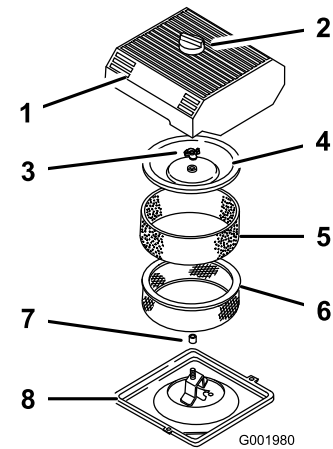

Figure 39
3. Nettoyez la surface autour du filtre à air pour éviter que des impuretés n'endommagent le moteur en tombant à l'intérieur (Figure 39).
4. Desserrez le bouton sur le couvercle du filtre à air et déposez le couvercle (Figure 39).
5. Sortez délicatement l'élément en mousse de l'élément en papier (Figure 39).
6. Retirez l'écrou du couvercle et déposez le couvercle et l'élément en papier (Figure 39).
1. Glissez délicatement l'élément en mousse sur l'élément en papier (Figure 39).
3. Vissez l'écrou à la main contre le couvercle (Figure 39).
4. Posez le couvercle du filtre à air et le bouton (Figure 39).